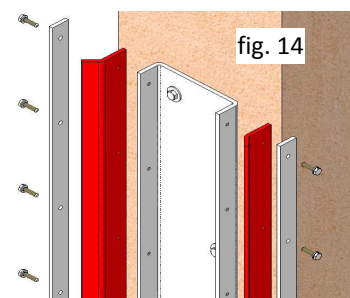

fig. 14
13. Lâcher et extraire les vis qui soutiennent les brides et les joints sur le support joint de rotation (fig. 14).